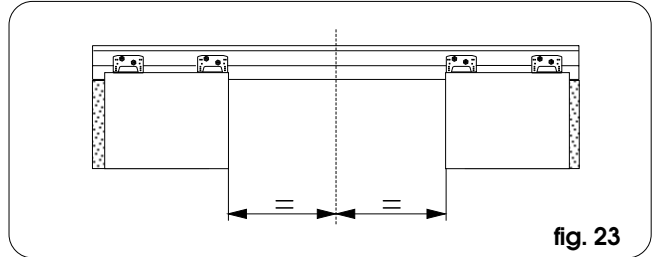

fig. 23
- ➔ Coloque las hojas abiertas equidistantes de la línea de centro del travesaño (que también representa el borde de cierre) como se muestra en la fig. 23.